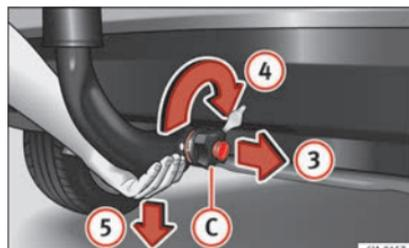

Fig. 201 Déverrouillez la barre à boule d'attelage.
- Saisissez la barre à boule d'attelage par en dessous » » fig. 201 et de l'autre main, retirez la molette **(C)** dans le sens de la flèche **(3)**.
- Retirez la barre à boule d'attelage de la frette de serrage en la tirant vers le bas dans le sens de la flèche ⑤.